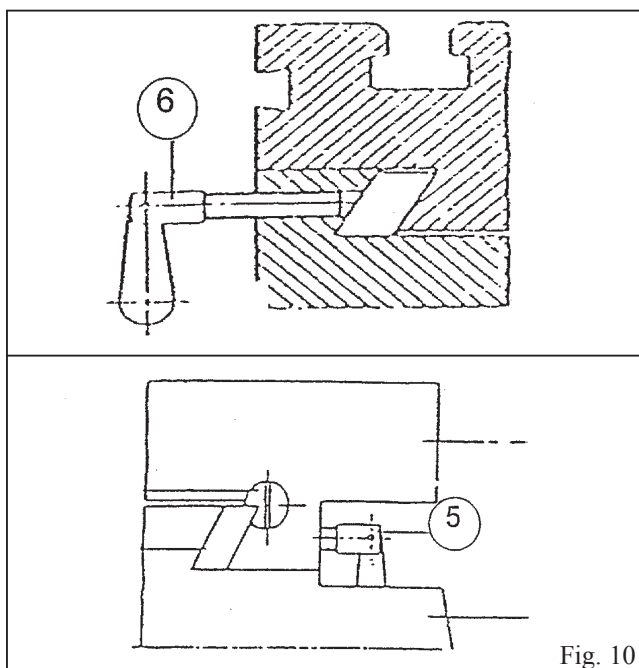

Fig. 10
1. Vid fräsning vänster och höger, är det att rekommendera att låsa bordets tvärrörelse för att garantera ett precisionsarbete. För detta, dra åt bladskruvarna pos. 5 som sitter på den högra sidan av bordssockeln (fig. 10).
2. För åtdragning av bordets vänster- och högerörelse för tvärfärsning, dra åt de båda låshandtagen pos. 6 på bordssockeln framsida (fig. 10).